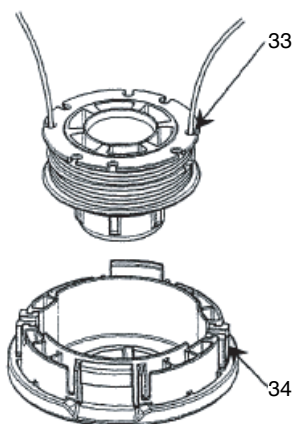

Fig. 40
- (5) Introduzca ambos extremos sueltos de la línea a través de la guía de cuerda (34) cuando coloque el rollo en la caja. (Fig. 40)